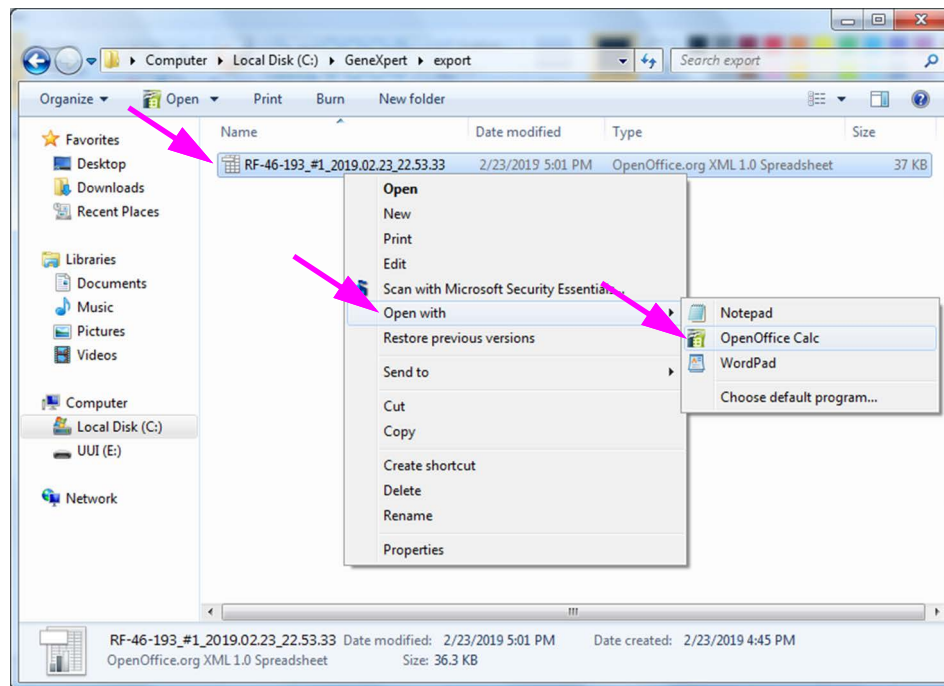

Abbildung D-1. Öffnen einer .csv-Datei zum Konfigurieren von AOO (Beispiel)
1. Navigieren Sie im Ordner GeneXpert auf Ihrem System zum Ordner **Export**. Klicken Sie mit der rechten Maustaste auf die .csv-Datei, die geöffnet werden soll. Wenn das Dropdown-Menü erscheint, klicken Sie auf **Open with (Öffnen mit)** und wählen Sie **OpenOffice Calc**. Siehe Abbildung D-1.